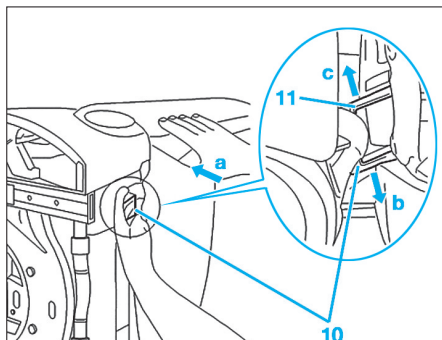

Fig. 19
- Dégrafer (Fig.19) :
- la patte (10) en appuyant en (a) et en tirant en (b),
- la patte (11) en poussant en (c).